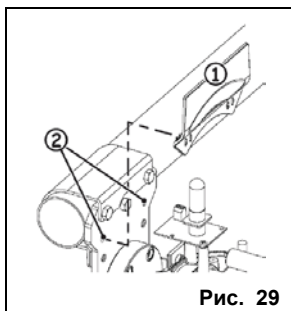

Рис. 29
- Закрыть планку крепления стрелы задней крышкой (рис. 29, поз. 1) и закрепить при помощи двух винтов (рис. 29, поз. 2).